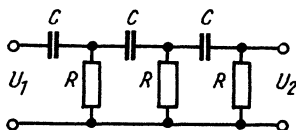
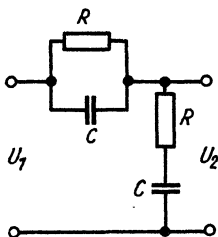

Bild 5.13
Bild 5.17
a) 3gliedrige  $CR$ -Kette (Bild 5.13)
e) Wien-Brücke (Bild 5.17)
Anwendung finden die in Bild 5.13 bis Bild 5.17 gezeigten  $RC$ -Siebketten in Tonfrequenzgeneratoren.